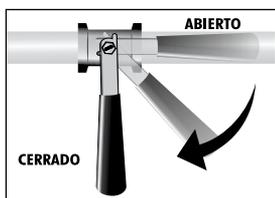

Figura 44
- Cierre el paso de gas de la válvula principal. (Ver figura 44).